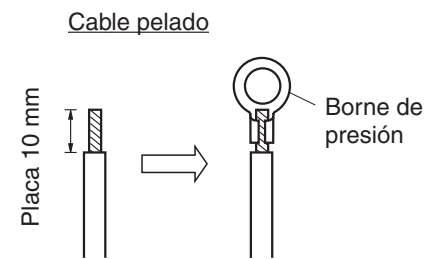
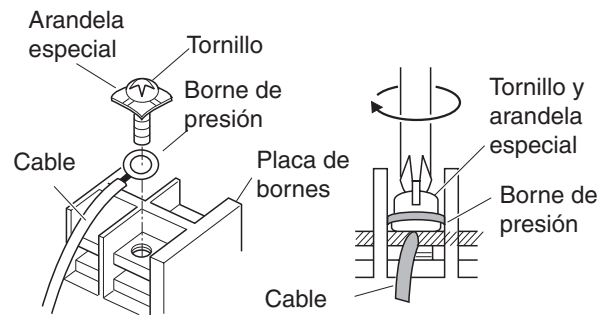

Fig. 5-5
Fig. 5-6
- (1) Cortar el extremo del cable con alicates de corte y quitar el aislante para exponer el cable trenzado unos 10 mm y torcer con fuerza los extremos de los cables. (Fig. 5-5)
- (2) Con un destornillador medio de estrella, quitar los pernos del borne en la placa de bornes.
- (3) Con una abrazadera de empalme anular o alicates, sujetar bien cada extremo del cable con un borne de presión.
- (4) Colocar el borne de presión, y cambiar y fijar el perno del borne extraído con ayuda de un destornillador. (Fig. 5-6)